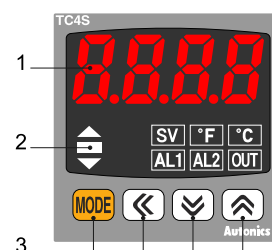

Рисунок 3
Сразу после включения изделия дисплей (1) (см. Рис. 3) терморегулятора отображает текущую температуру в котле. Для просмотра заданной температуры нажмите любую из кнопок настроек (3) на панели терморегулятора. Индикатор трёхсегментный (2), показывает качественное отличие температуры на датчике от заданного значения.